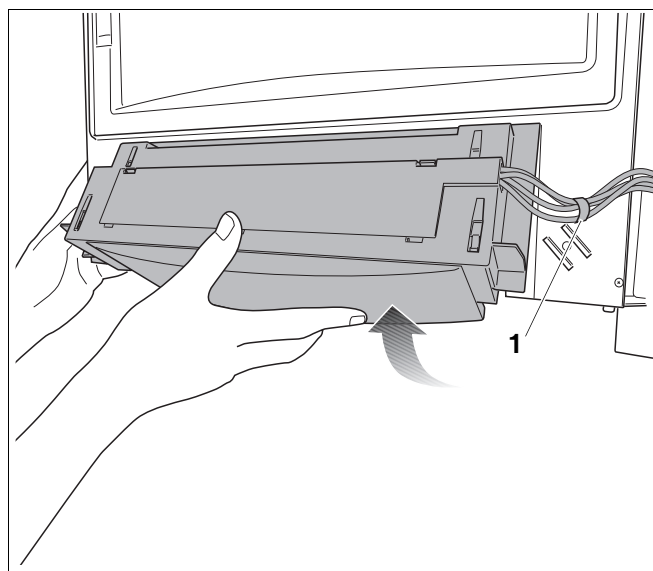

Fig. 127 Betjeningsfeltet tages af
- Løsn kabelholderen (fig. 127, **pos. 1**).
- Tag betjeningsfeltet af (fig. 127).